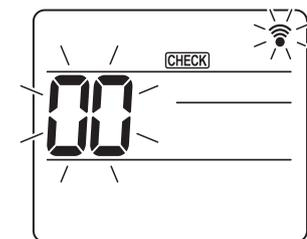

Fig. 6-16
- Prima o botão [MENU] durante cerca de 5 segundos. (Inicie esta operação a partir do estado de desligado do visor do controlo remoto.) [CHECK] (VERIFICAR) acende e "00" pisca. (Fig. 6-16)